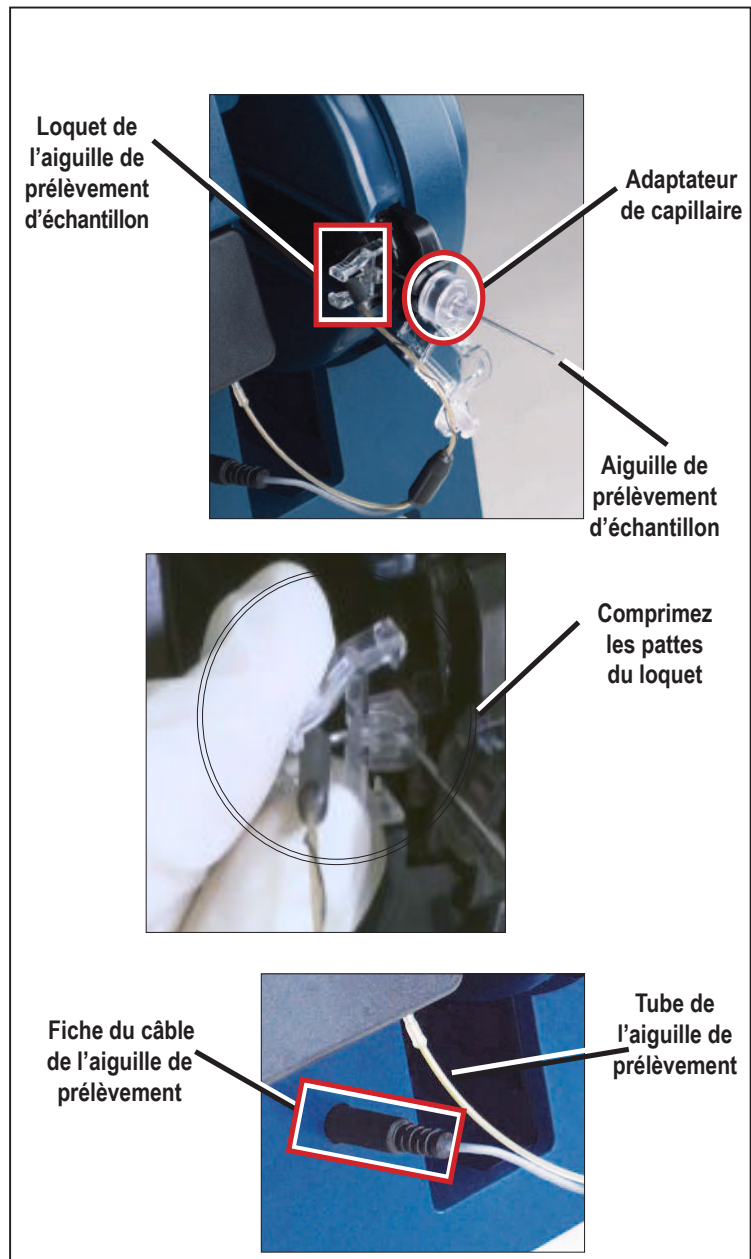

Figure 6.1 Remplacement de l'aiguille de prélèvement d'échantillon
6. Retirez l'adaptateur capillaire (Figure 6.1).